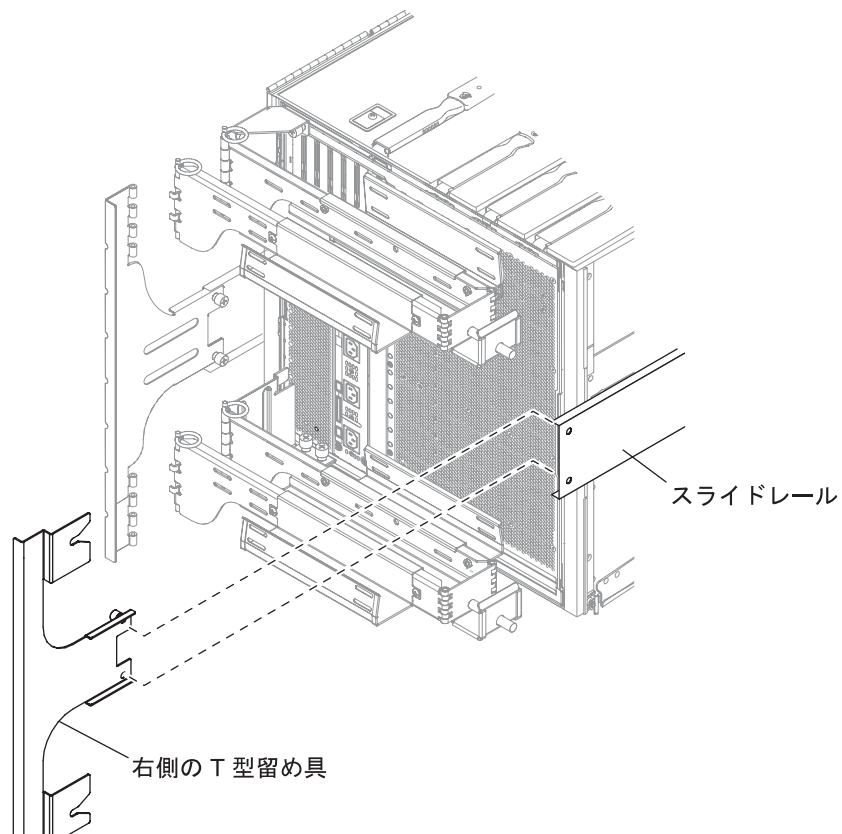

図 1-22 右側の T 型留め具の取り付け
8. 2本の脱落防止機構付きねじを使用して、右側のT型留め具を右側のスライドレールに固定します(図1-22)。